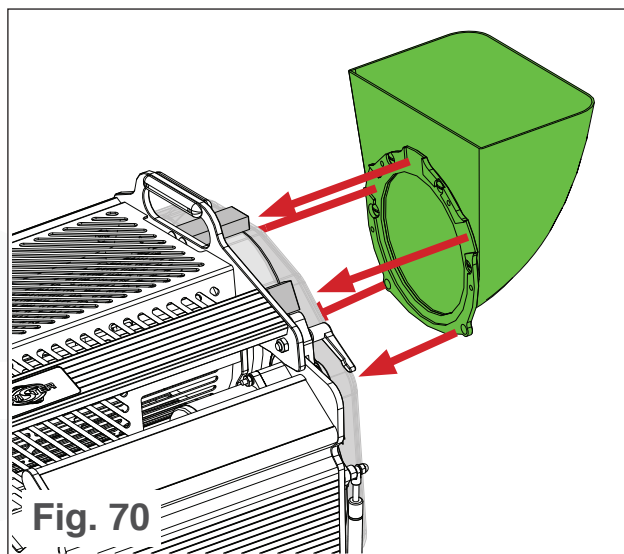

Fig. 70
- 3. Si usa una tolva, alinee las muescas circulares debajo de la salida de la tolva con los pasadores de guía de la tolva en la T4 (ver Fig. 70).
- 4. Coloque las tres muescas rectangulares en la parte superior de la salida de la tolva contra los imanes en la T4 (ver Fig. 70).